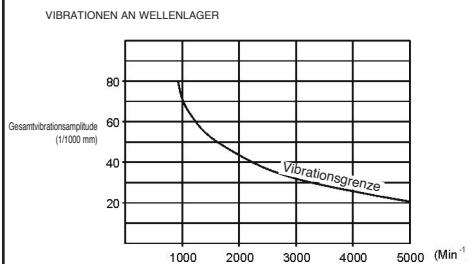

Abb. 4
(1) Anzeichen für Defekte können starke Veränderungen von Druck, Volumenstrom, Stromstärke, sowie Vibratoren und ungewöhnliche Geräusche sein. In diesem Fall ist im Kapitel "Defekte und ihre Behebung" (Tabelle 3) nachzuschlagen. Die Betriebsbedingungen sollten täglich überprüft werden, um Anzeichen für Defekte zu erkennen.
(2) Die maximal zulässige Temperatur für die Lager beträgt 40°C über Raumtemperatur, auf keinen Fall sollten 80°C überschritten werden.
(3) Die Gleitringdichtung verursacht keine Wasserlecks, sollte dies geschehen, ist sie auszutauschen. Bei der Ausführung der Stopfbuchspackungen ist ein Lecken von 20 ml pro Minute zulässig. Die Dichtung ist einzustellen, wenn die Pumpe in Funktion ist.
(4) Abb. 4 zeigt die Nennwerte für Vibratoren bei Installation und Betrieb mit ordnungsgemäß montierten Rohren.